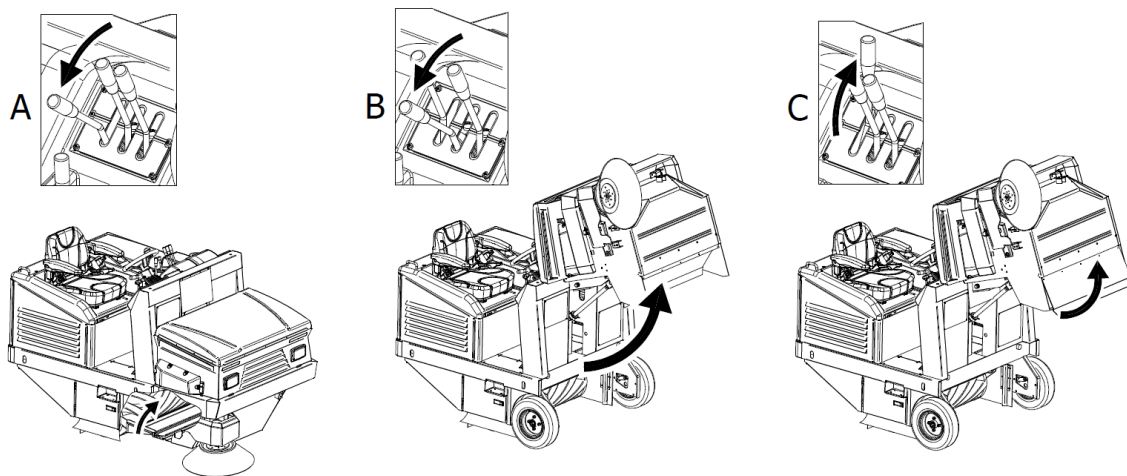

Figura 37
riquadro A in Figura 37. La spia sul segnalatore (nr. 4 Figura 18) si accende a conferma dell'operazione.
- Alzare il contenitore rifiuti attraverso la leva di comando (Part. 14 Figura 12) abbassandola e tenendola in tale posizione fino a quando il contenitore non raggiungerà la posizione desiderata (B, Figura 37).
- Aprire il flap contenitore alzando la leva in modo che i rifiuti vengano rilasciati dove desiderato (C, Figura 37). La spia sul segnalatore (nr. 4 Figura 18) si spegnerà.